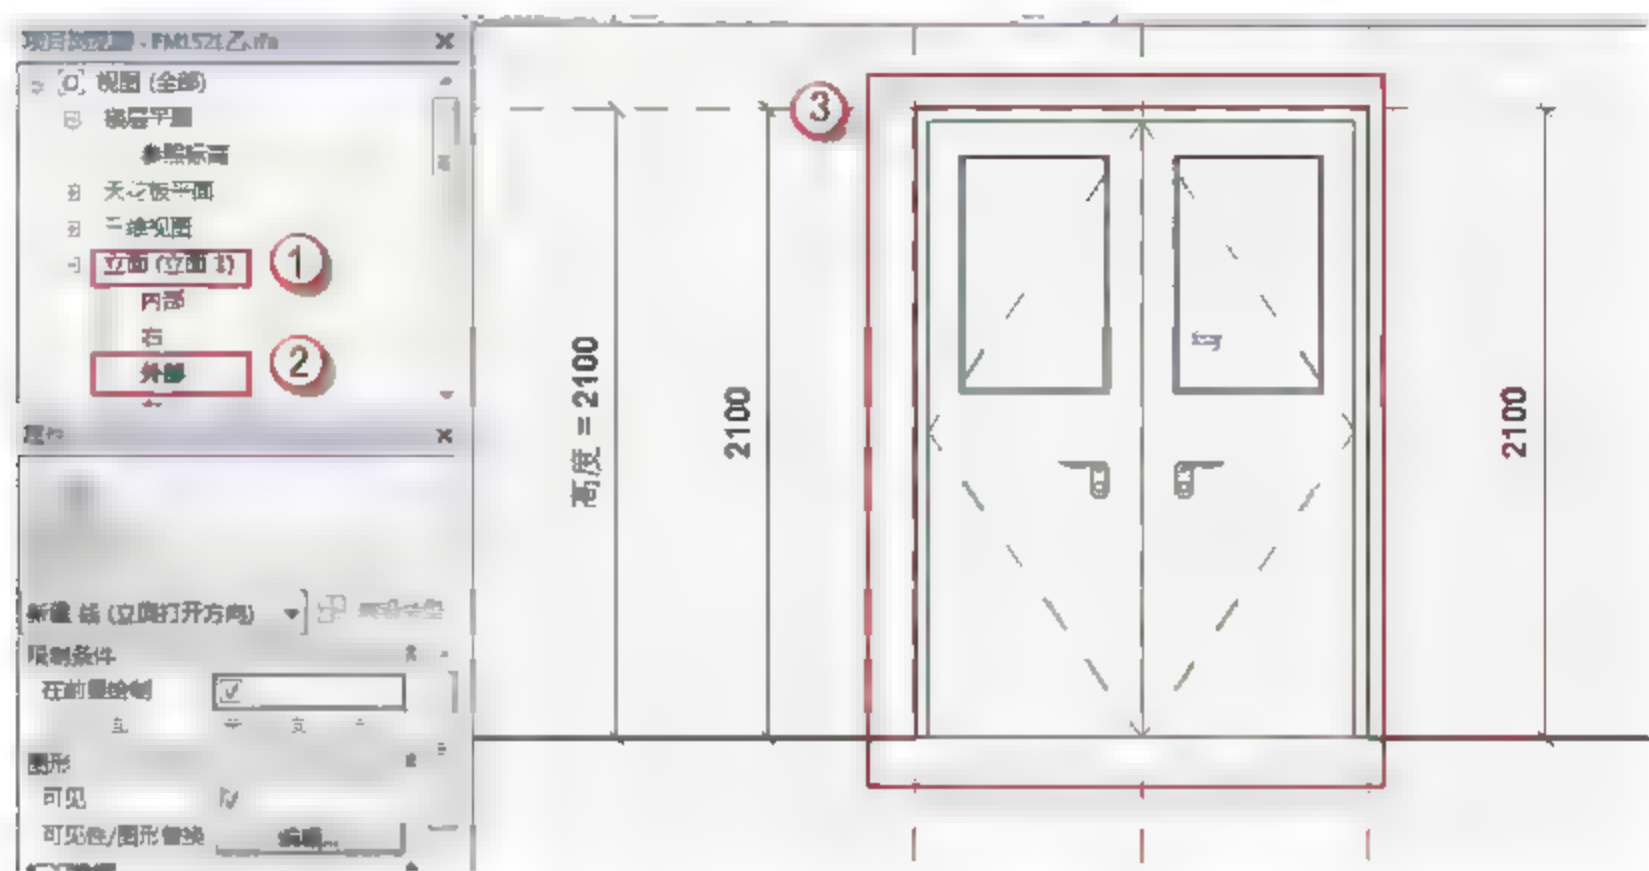

图 6.2.75 绘制 FM1521 乙的立面打开方向
(33) 绘制 FM1521 乙的立面打开方向。选择“项目浏览器”中的“立面 (立面1)”→“外部”选项，进入门的外部立面视图。选择“注释”→“符号线”命令，将“子类别”改为“立面打开方向 (投影)”，绘制如图 6.2.75 所示门的“打开方向”符号线。